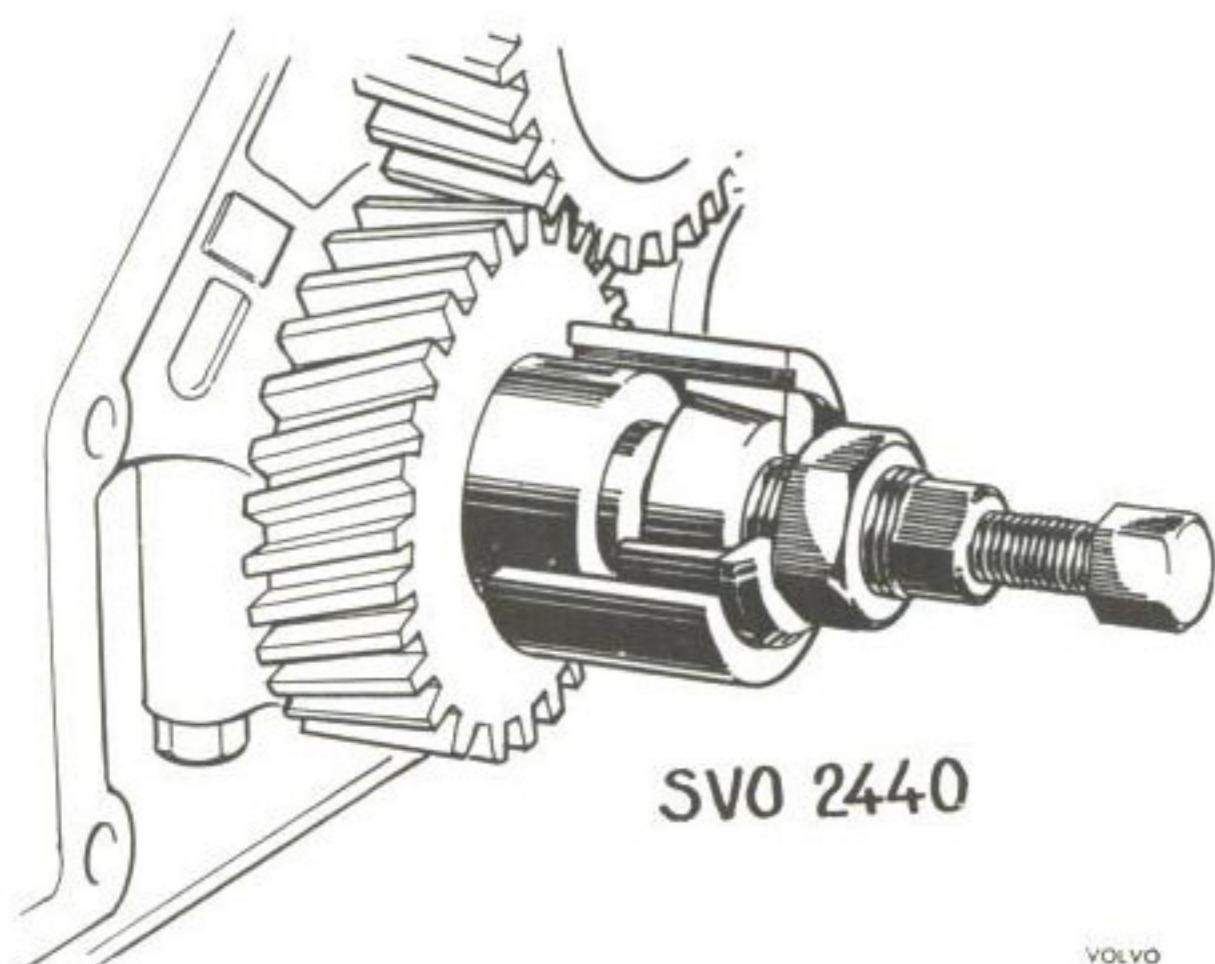

Bild 44. Demontering av nav på vevaxel
3. Demontera navet på vevaxeln med avdragare SVO 2440. Se bild 44.